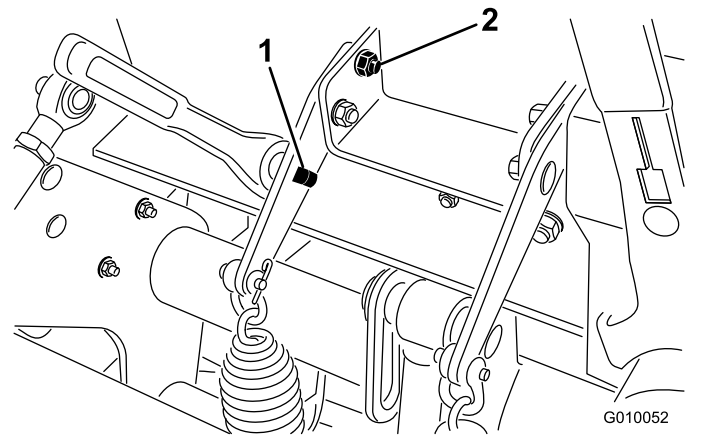

Figura 28
3. Insira uma lingueta de travação com ½ pol. ou uma alavanca no orifício quadrado na placa de molas (Figura 28).